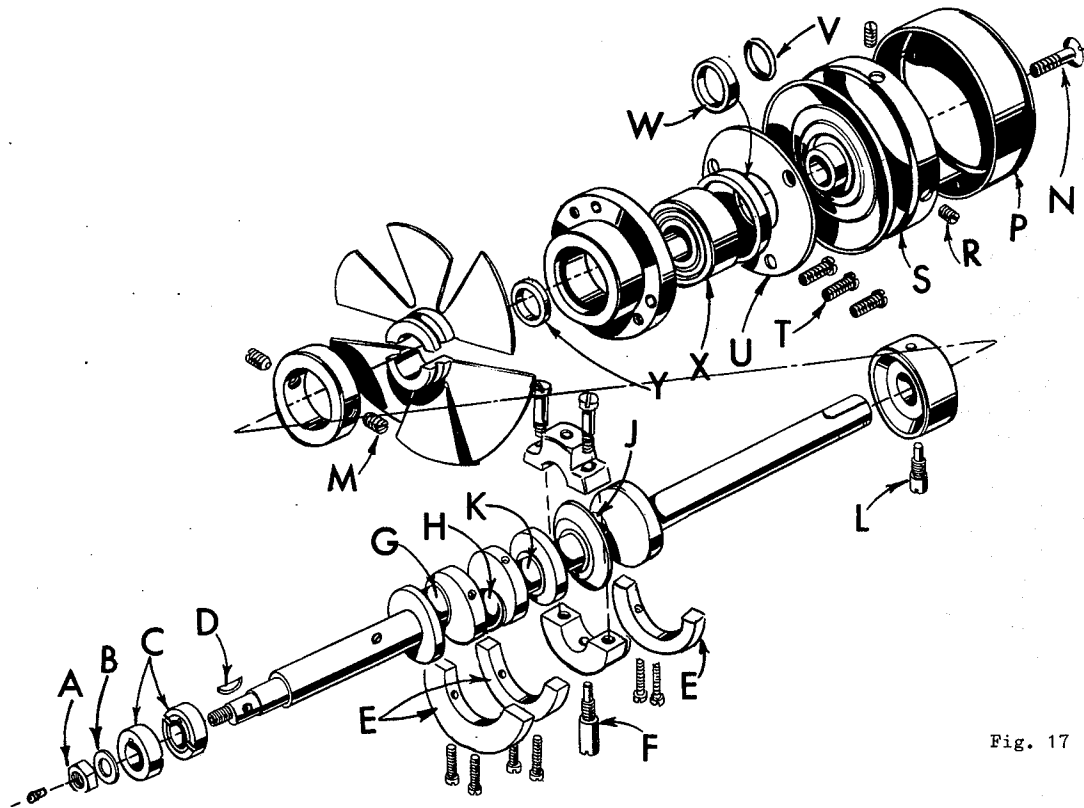
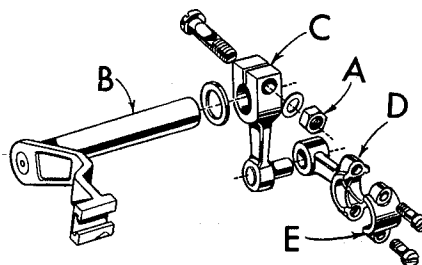

Fig. 17
Fig. 18
3. Entfernen Sie die Mutter (A, Fig. 17), sowie die Untergreiferscheibe (B) und ziehen Sie die Exzenter (C) mit Hilfe des Exzenter-Abstreifhakens von der Achse ab.
4. Entfernen Sie den Keil (D).
5. Entfernen Sie die drei Gegengewichte (E). Diese müssen aber genau gekennzeichnet werden, damit sie beim Wiedereinbau unbedingt an den richtigen Platz kommen.
6. Entfernen Sie die Schraube (F), mit der das geteilte Kurbelachsenlager gehalten wird. Sie ist durch den Gehäuseboden hindurch erreichbar.
7. Entfernen Sie die Lagerdeckel an den Stellen G, H und J (Fig. 17). Beim Wiedereinbau müssen diese Lagerdeckel genau in ihre vorherige Position gebracht werden. Auf jeder Lagerdeckelhälfte ist unsere Fabrik-Marke eingestempelt und beim Zusammenbau müssen sich die beiden Zeichen jeweils auf der gleichen Seite befinden. Auch die Schrauben sollten wieder in die gleichen Löcher kommen, aus denen sie herausgeschraubt wurden.
3. Remove feed eccentric nut (A, Fig. 17) and washer (B), and, with the aid of the eccentric extractor, slip off the eccentrics (C).
4. Remove key (D).
5. Remove three counterweights (E). Identify these counterweights so that they will be re-assembled in the proper places.
6. Remove screw (F) which holds crankshaft split bearing. This screw is reached through bottom of bed casting.
7. Remove caps of bearings on crankshaft at points G, H and J (Fig. 17). When re-assembling bearing caps make sure they are in their original position. Trade marks are stamped on both halves of the caps and both trade marks should be on the same side of the bearings. Also, screws should be re-assembled in the same holes from which they were removed.
| <p>8. Lösen Sie die Mutter (A, Fig. 18) der Klemmschraube, welche den Obermesserantriebsarm (B) hält und durch eine Öffnung im Gehäusedeckel zugänglich ist. Den Messerantriebsarm (B) nun nach links schieben bis der Hebel (C) mit Lenker (D) von der Achse fällt. Dann den Lagerdeckel (E) entfernen. Beachten Sie die gleichen Vorsichtsmaßnahmen für den Wiedereinbau wie unter Ziffer 7 empfohlen. Das Lenkerlager läuft auf der Kurbel (K, Fig. 17).</p> <p>9. Entfernen Sie die Schraube (L, Fig. 17), mit der das rechte innere Kurbelachsenlager befestigt ist und die ebenfalls durch den Gehäuseboden zugänglich ist.</p> <p>10. Lösen Sie die beiden Schrauben (M) im Ventilator-Stellring und entfernen Sie die beiden Hälften des Ventilatorflügels.</p> <p>11. Entfernen Sie die Schraube (N); nehmen Sie den Handraddeckel (P) ab.</p> <p>12. Lösen Sie die beiden Schrauben (R); entfernen Sie das Handrad (S).</p> | <p>8. Loosen clamp nut (A, Fig. 18) which holds upper knife driving arm (B). Access to clamp nut its left through top cover. Draw driving arm to the left until upper knife driving lever (C) and connecting rod (D) drop, allowing removal of bearing cap (E). This is at bearing point (K, Fig. 17) on crankshaft. Observe same precautions when re-assembling cap as described in 7.</p> <p>9. Remove screw (L, Fig. 17) which holds inner right crankshaft bearing. This screw is reached through bottom of bed casting.</p> <p>10. Loosen two screws (M) in fan collar; remove both halves of cooling fan.</p> <p>11. Remove screw (N); take off pulley cap (P).</p> <p>12. Loosen two screws (R); remove pulley (S).</p> |
13. Jetzt müssen die drei Schrauben (T) entfernt werden. Nehmen Sie dann den Kugellagerdeckel (U) ab und ausserdem die Distanzringe (V) und (W).
15. Falls es sich als notwendig erweist, das Kugellager (X) auszuwechseln, so sollte dieses mit Hilfe einer Spindelpresse oder einer Kugellagerabzieh-Vorrichtung aus dem Kugellagerflansch herausgezogen werden, um eine Beschädigung des letzteren zu vermeiden. Das neue Kugellager ist sorgfältig hineinzupressen, bis es einwandfrei sitzt.
16. Wenn beim Wiedereinbau der Kurbelachse die vorstehend aufgeführten Arbeitsgänge in umgekehrter Reihenfolge sorgfältig ausgeführt werden, so dürfen dabei keine Schwierigkeiten auftreten. Es ist lediglich auf die richtige Lage der einzelnen Elemente zueinander gemäß den Zeichnungen (Fig. 17 und 18) zu achten und stets zu prüfen, ob keine Teile klemmen oder ecken.